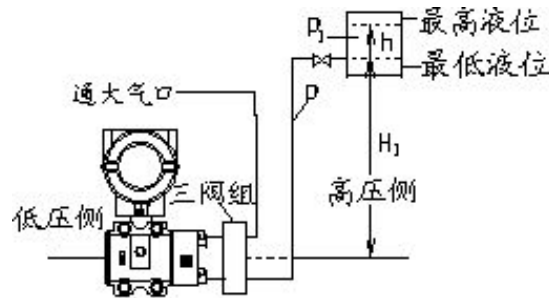

图 3.9 差压变送器测量开口容器的液位
b. 干管：对于开口容器，变送器的低压侧通大气，高压侧连接到容器底部取压口。如图 3.9 所示。